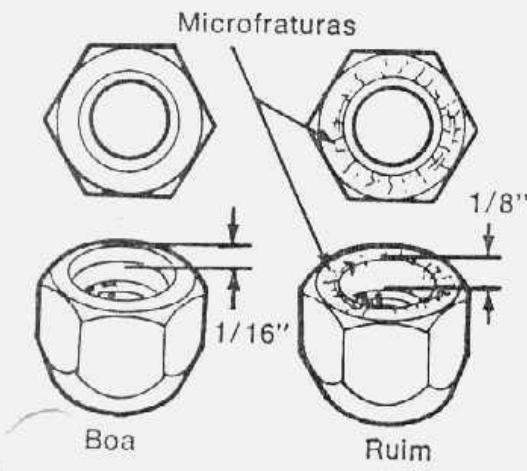

fig. 3 — Inspeção da porca do balancim
6. Com a árvore de manivelas nas posições mencionadas nos itens 2, 3 e 4, retirar as porcas dos prisioneiros e inspecioná-las segundo os itens mostrados na fig. 3.